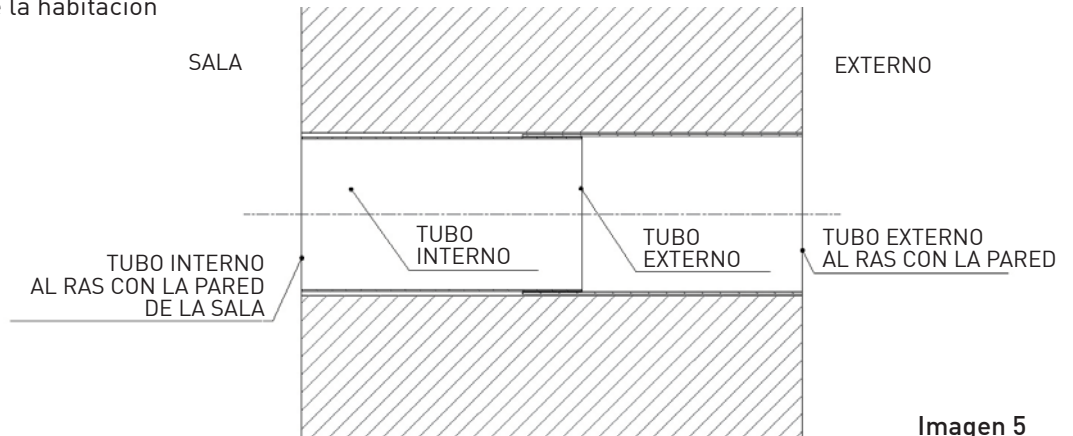

Imagen 5
- Delice el tubo interior con respecto al tubo exterior hasta que quede al ras con la pared de la habitación (Imagen 5)